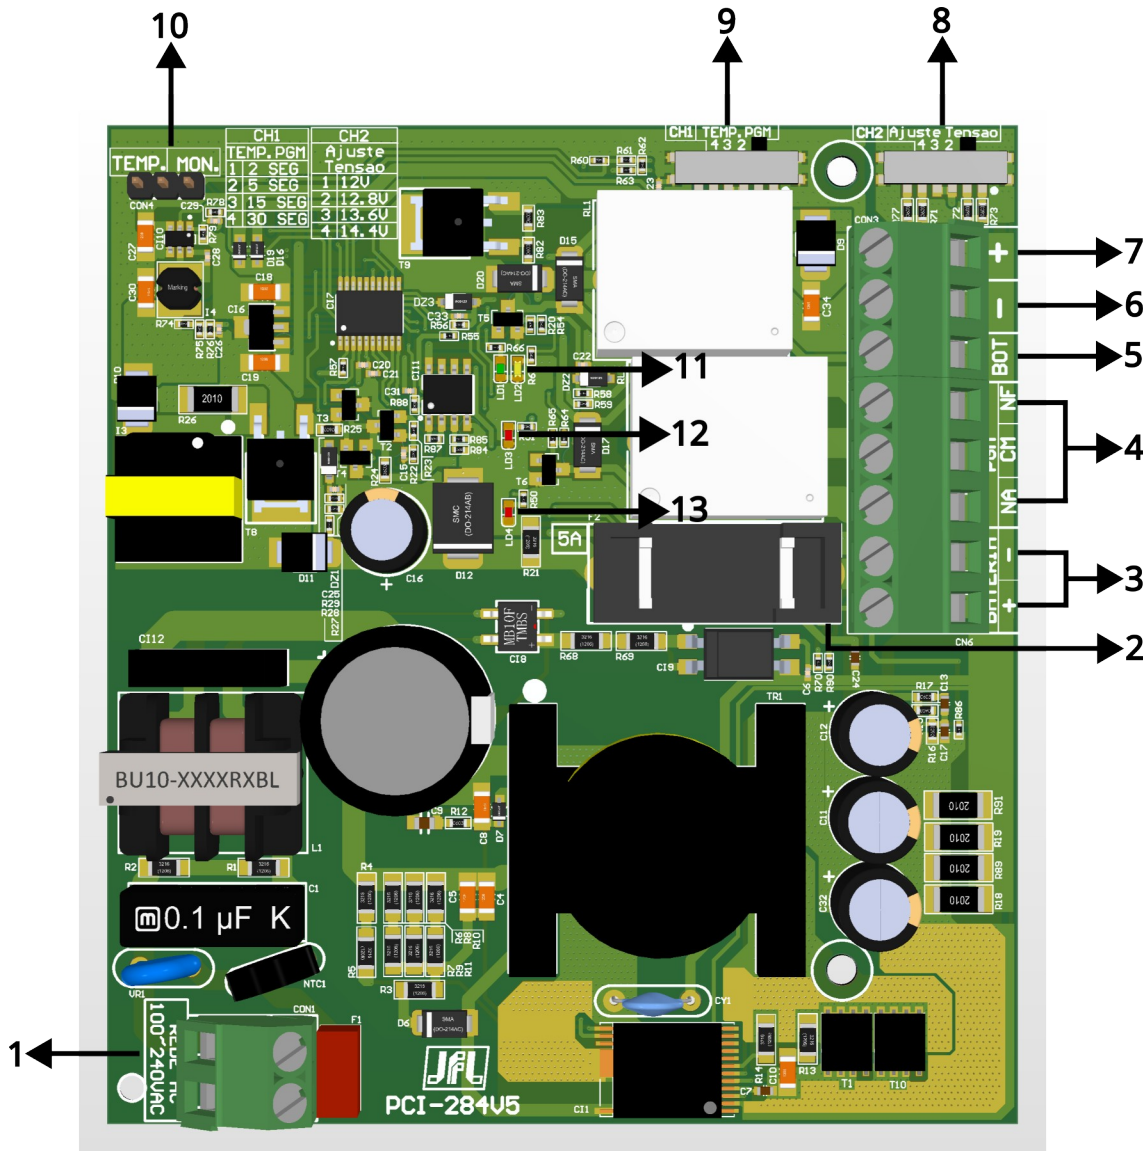

Figura 1
A POWER 512 PLUS é uma fonte de alimentação 12 Vc.c. ajustável, a tensão de saída pode variar de 12 a 14,4 Vc.c. através da chave slide (CH2). Podendo ser utilizada por qualquer produto que necessite de uma corrente máxima de até 5 amperes. Na ausência de energia elétrica, a carga passa a ser alimentada por uma bateria conectada na entrada do conector BATERIA (+ e -). O tempo de duração da bateria depende da corrente que está sendo fornecida para a carga. A fonte possui proteção contra curto circuito de saída (+ e -), proteção contra inversão de polaridade (+ e -), proteção de bateria baixa e um relé de contato seco multifuncional (saída PGM), com opção de monitoramento da rede AC ou saída temporizada para acionamento de fechadura elétrica ou magnética. O modo de funcionamento da saída PGM é selecionado pelo jumper de acordo com a Figura 1, item 5.